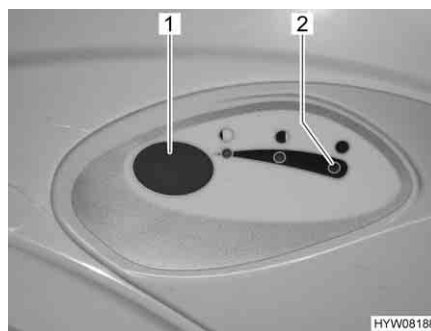

Fig. 257 Botón del inodoro/luz de control del inodoro Thetford
- Para lavar, pulsar el botón del inodoro azul (Fig. 257,1).
La luz de control (Fig. 257,2) se enciende cuando es necesario vaciar el depósito de aguas fecales.